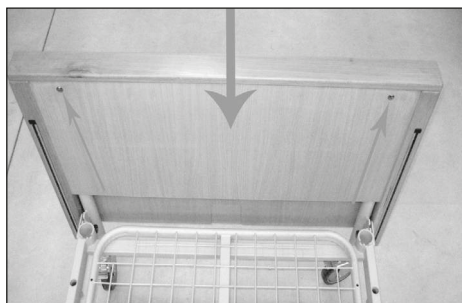

Fig. 51
3. Montare la testiera e la pediera in legno sul relativo telaio inserendole dall'alto verso il basso. Successivamente bloccarle con le 4 viti testa a croce (Fig.51)